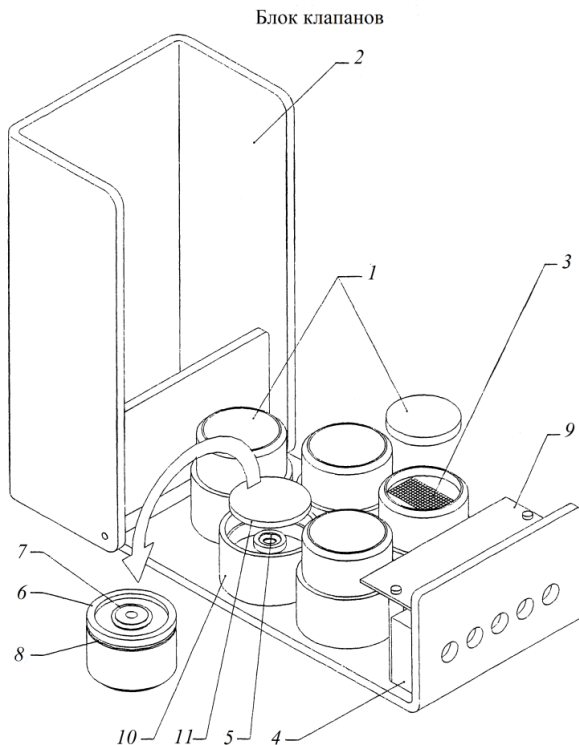

Рис. 2. Блок клапанов:
**Блок клапанов** (рис. 2) имеет пять электромагнитных клапанов, управляющих процессом доения.